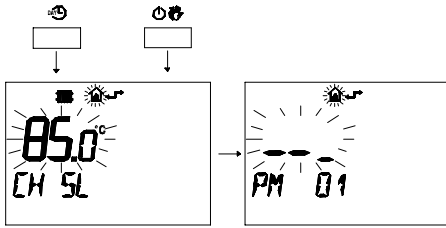

fig. 5.19
- 2 Premere contemporaneamente i pulsanti  e  per entrare nella programmazione trasparente fig. 5.19